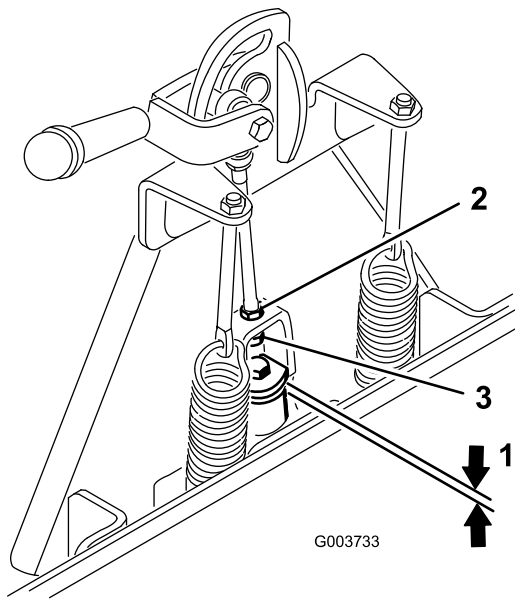

Figura 2
2. Măsurați distanța dintre aiba superioară și distanțierul din ansamblul articulației de pe adaptorul dispozitivului de ataare, așa cum se arată în Figura 2.